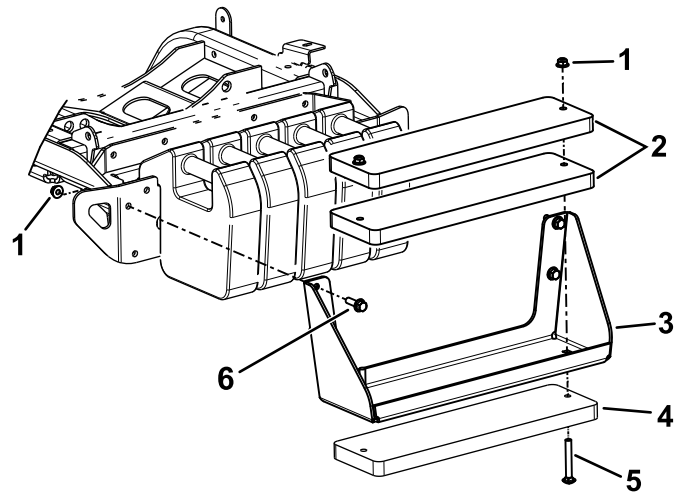

图 22
注意 请参阅图 22了解这些步骤。
- A. 使用螺栓 3/8 x 4 英寸和螺母 3/8 英寸将 3 个配重块固定到支架上图 22。
- B. 使用六角头螺栓和螺母包含在套件中将配重块支架固定到机器上图 22。
- A. 从机器上卸下配重块支架图 22。
- C. 使用螺栓 3/8 x 4 英寸和螺母 3/8 英寸将 3 个配重块固定到支架上图 22。
- D. 使用之前卸下的五金件将配重块支架固定到机器上图 22。